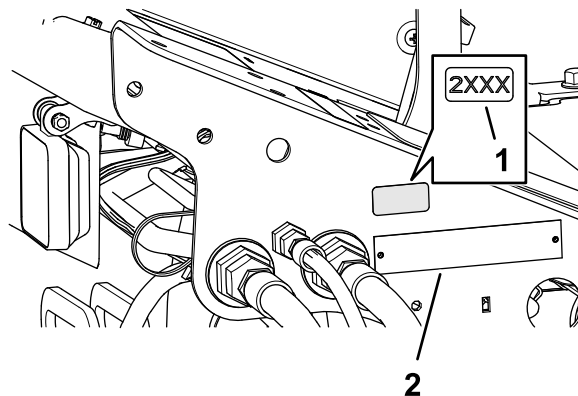

Figura 38
1. Utilize álcool e um pano limpo para limpar a área do suporte do piso junto à placa do número de série e deixe secar o suporte (Figura 38)